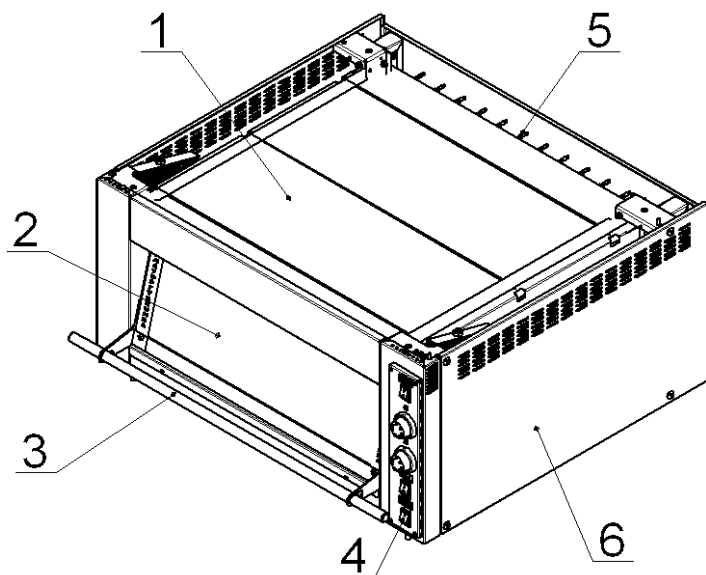

Рис.1
4.6 Приборы управления размещены (рис.3) на панели управления (рис.1 поз.4), которая расположена справа от дверки.